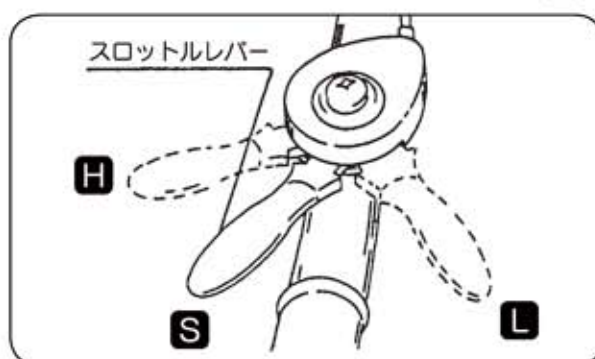

図6
- ③スロットルレバーを【S (中速)】位置にします。(図6)